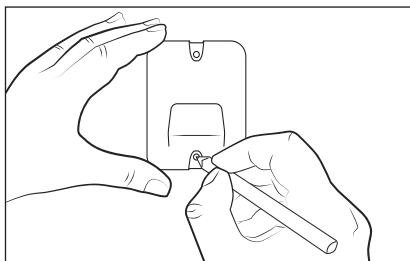

Fig. 3
- 2) Utilizați suportul pentru perete **10** pentru a marca poziția celor două găuri pe perete (a se vedea fig. 3).